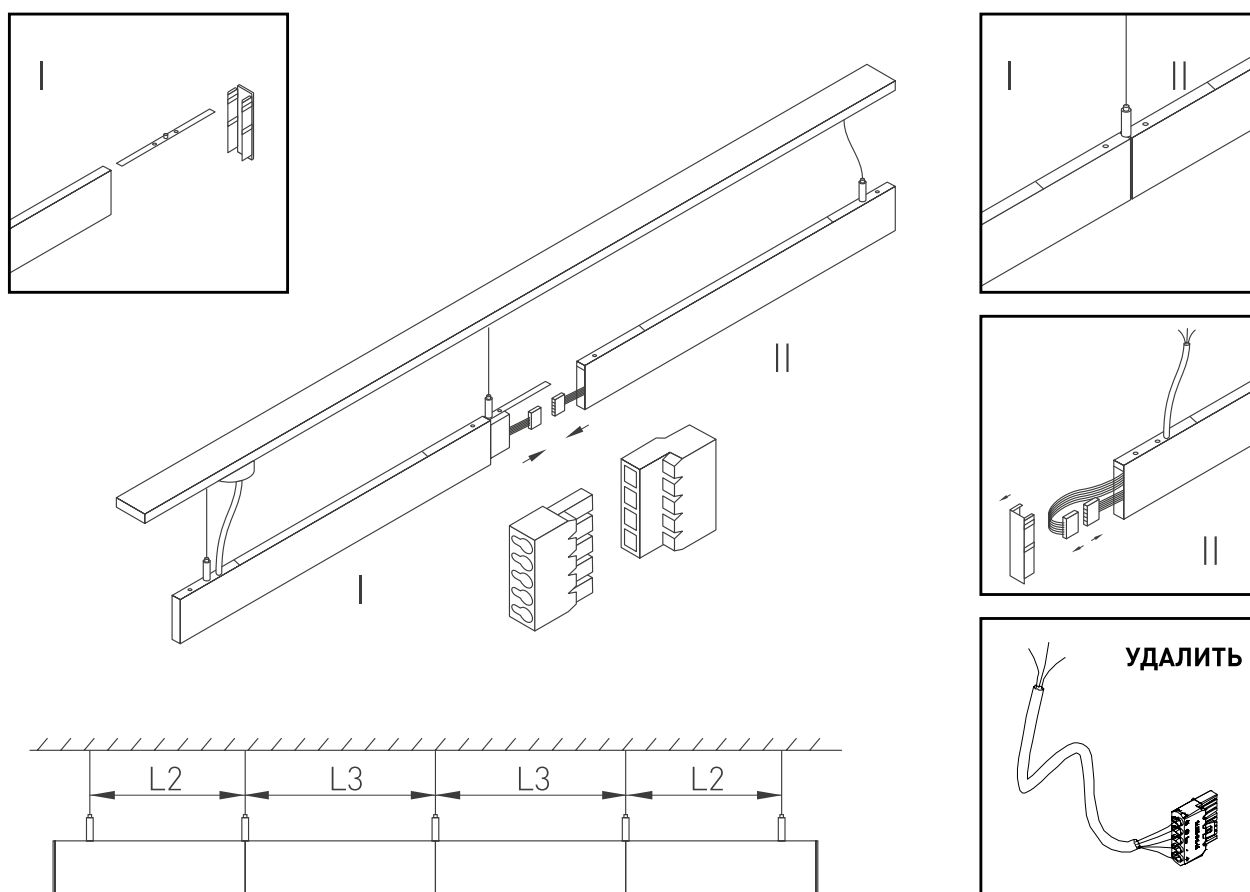

Рис. 3. Соединение светильников в линию
- ⚠ **ВНИМАНИЕ!** Для механического соединения светильников необходимо дополнительно приобрести прямой коннектор (арт. 030293 ALT-LINEAIR-FLAT-CON-I-2094 (ANOD)). Разъем для электрического присоединения светильников в линию находится в каждом светильнике и закрыт торцевой заглушкой (см. рисунок 3).